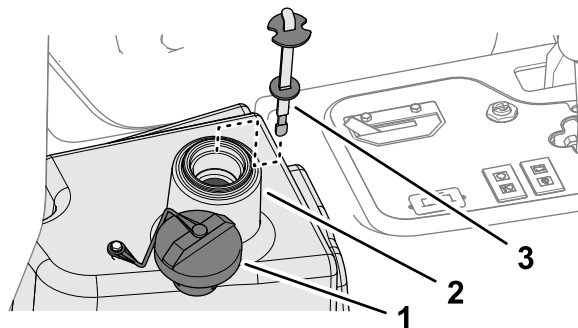

Figura 87
4. Llene el depósito (Figura 87) con aproximadamente 22.7 litros (6 galones US) de fluido hidráulico; consulte Especificación del fluido hidráulico (página 61).